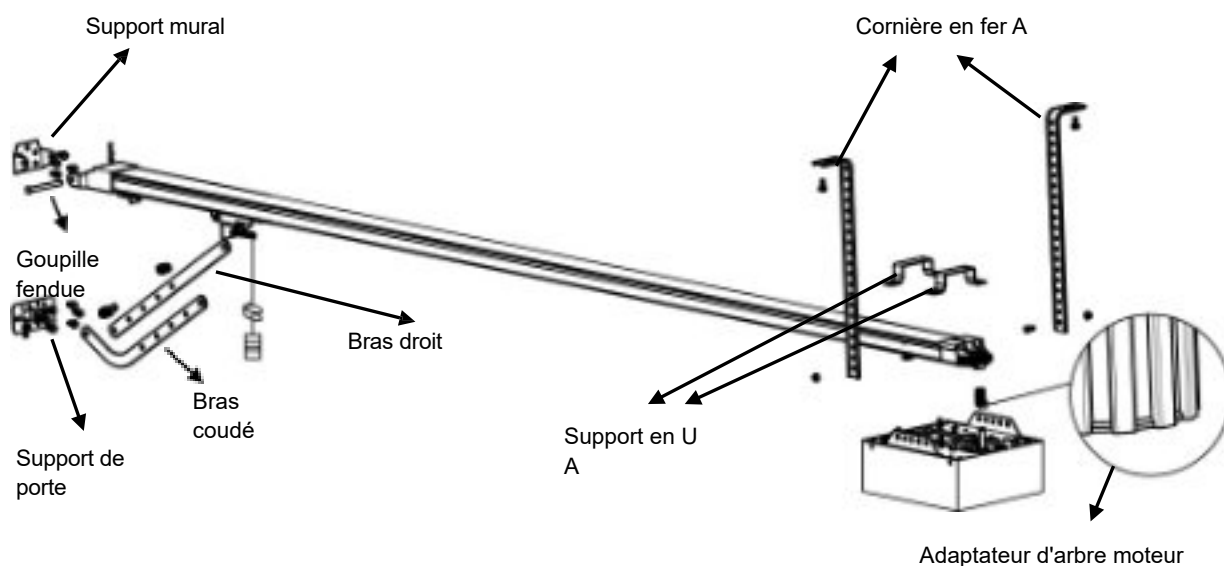

Fig. 5
3. Enfilez l'adaptateur d'arbre du moteur sur l'arbre du moteur conformément à la fig. 5.